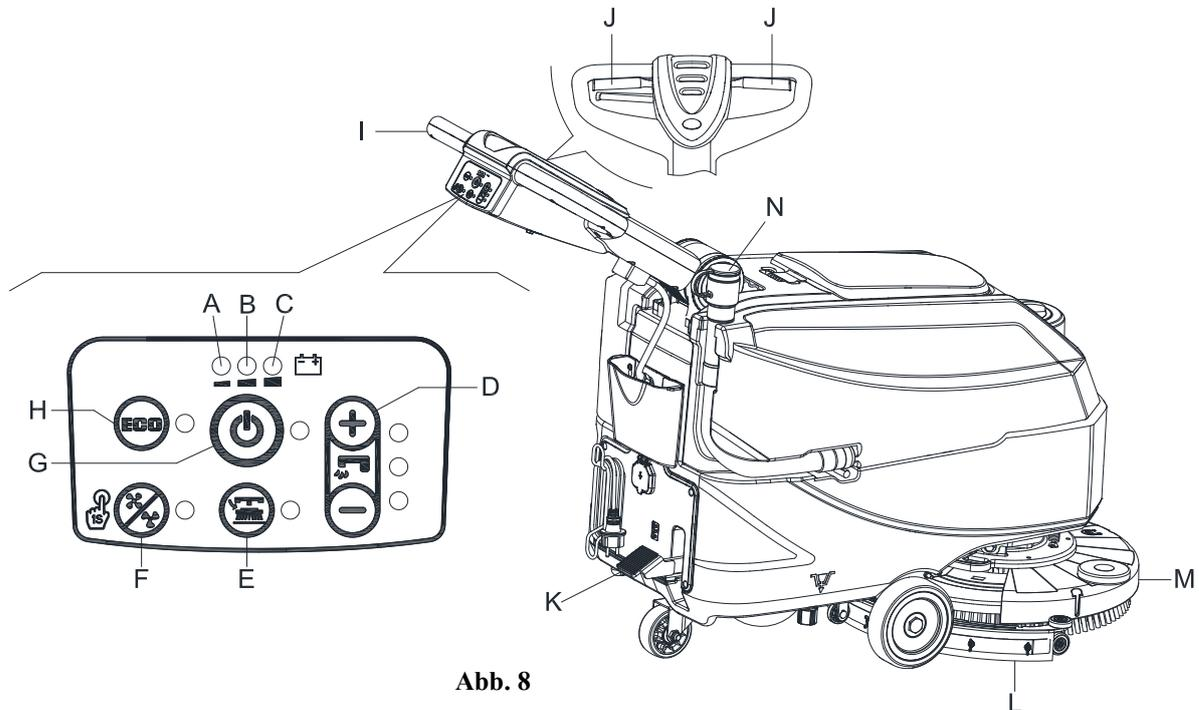
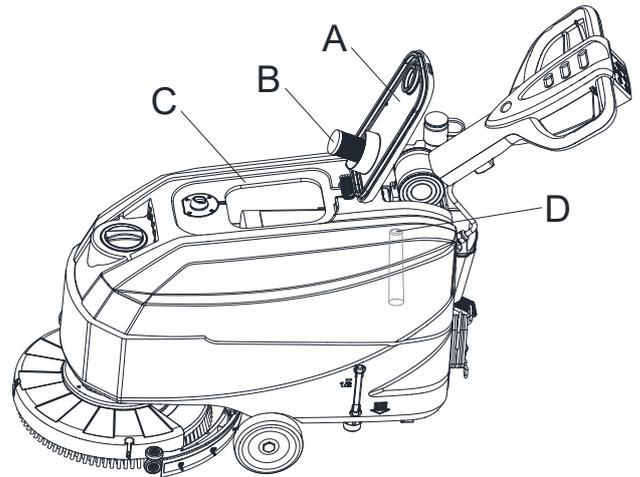

Abb. 8
Abb. 10
2. Bewegen Sie das Gerät zum Bereich, der gereinigt werden soll. Benutzen Sie zum Schieben die Lenkstange (I, Abbildung 8).
3. Senken Sie durch Anheben des Pedals (K) das Bürsten-/Pad-Halterdeck (M, Abbildung 8) und die Saugleiste (L) ab.
4. Drücken Sie den Startschalter (G, Abbildung 8). Überprüfen Sie, ob die grüne Kontrollleuchte (C) aufleuchtet (geladener Akku). Schalten Sie, wenn die gelbe (B) oder rote Kontrollleuchte (A) aufleuchtet, den Netzschalter (G, Abbildung 8) wieder aus und laden die Akkus auf (siehe die Vorgehensweise im Kapitel „Instandhaltung“).
5. Drücken Sie ggf. je nach der Art der durchzuführenden Reinigung die Steuerschalter (D, Abbildung 8) für den Washwasserdurchfluss.
6. Beginnen Sie die Reinigung, indem Sie das Gerät mit den Händen auf der Lenkstange (I) schieben und den Sicherheits-Schalthebel (J) drücken.
Um das Gerät vorwärts zu bewegen, drücken Sie entweder den linken Sicherheits-Schalthebel, den rechten Sicherheits-Schalthebel (J, Abbildung 8) oder beide.
- Das Gerät über die Lenkstange (I) anhalten.
- Stoppen Sie die Bürsten und das Vakuumsystem durch Drücken des Schalters (G). Das Saugsystem stoppt nach wenigen Sekunden.
- Heben Sie durch Drücken des Pedals (K) das Bürsten-/Pad-Halterdeck (M) und die Saugleiste (L) an.
- Während Sie beide Hände auf der Lenkstange halten den Sicherheits-Schalthebel (J, Abbildung 8) drücken, dann das Gerät bewegen und das Scheuern/Trocknen des Bodens starten.
Während die grüne Kontrollleuchte (C, Abbildung 8) eingeschaltet bleibt, kann das Gerät dank der Akkus normal funktionieren. Sobald die grüne Kontrollleuchte (C) ausgeht und die gelbe Kontrollleuchte (B) zu leuchten beginnt, empfiehlt es sich, die Batterien aufzuladen, da die Restladung (je nach Batterieeigenschaften und der auszuführenden Arbeit) nur noch einige Minuten lang ausreicht. Beginnt die rote Kontrollleuchte (A) zu leuchten, sind die Akkus komplett entladen. Nach ein paar Sekunden wird der Bürsten-/Pad-Halter automatisch ausgeschaltet.
Eine automatische Schwimmerabschaltung (B, Abbildung 10) blockiert das Saugsystem, sobald der Schmutzwassertank (C) voll ist. Die Deaktivierung des Saugsystems wird durch einen plötzlichen Frequenzanstieg des Motorgeräusches des Saugsystems angezeigt auch wenn der Boden noch nicht getrocknet wurde.
**Wenn das Vakuumsystem versehentlich abgeschaltet wird (z.B., wenn der Schwimmer wegen einer plötzlichen Bewegung des Geräts aktiviert wird), gehen Sie zur Wiederaufnahme des Betriebs wie folgt vor: Schalten Sie das Saugsystem durch Drücken des Schalters (G, Abbildung 8) aus, öffnen Sie dann die Abdeckung (A, Abbildung 10) und prüfen Sie, ob der Schwimmer im Inneren des Gitters (B) sich auf Wasserhöhe befindet. Dann schließen Sie die Abdeckung (A) und schalten Sie das Vakuumsystem durch Drücken des Schalters (G, Abbildung 8) ein.**
Wenn der Schmutzwassertank (C, Abbildung 10) voll ist, entleeren Sie ihn, indem Sie wie folgt vorgehen.
2. Heben Sie durch Drücken des Pedals (K) das Bürsten-/Pad-Halterdeck (M, Abbildung 8) und die Saugleiste (L) an.
4. Entleeren Sie den Schmutzwassertank mit dem Schlauch (N, Abbildung 8). Spülen Sie dann den Schmutzwassertank (C, Abbildung 10) mit sauberem Wasser.
5. Nehmen Sie den Schmutzwassertankdeckel (A, Abbildung 10) ab und reinigen Sie die Deckelinnenseite und das Filterschwimmgitter (B) mit sauberem Wasser.
6. Überprüfen Sie den Schmutzwassertank (D, Abbildung 10) auf die Verlegung durch Fremdkörper und reinigen Sie ihn.